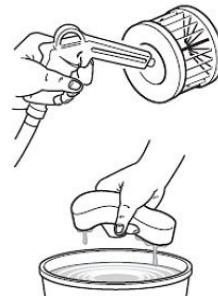

Abb. 13: Reinigung Luftfilter
Schritt 2: Bauen Sie den Ansaugfilter aus und wechseln Sie ihn aus (wenn er beschädigt ist) bzw. reinigen Sie das Filterelement (Abb.13).